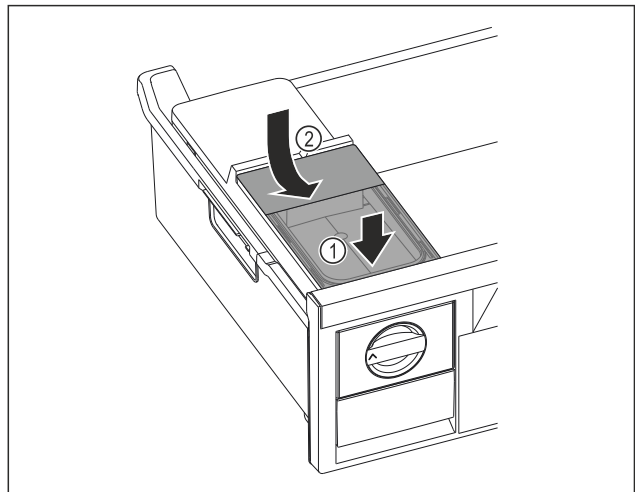

Fig. 70
- ▶ Помістити бак для води спереду. Fig. 70 (1)
- ▶ Опустити бак для води ззаду. Fig. 70 (2)